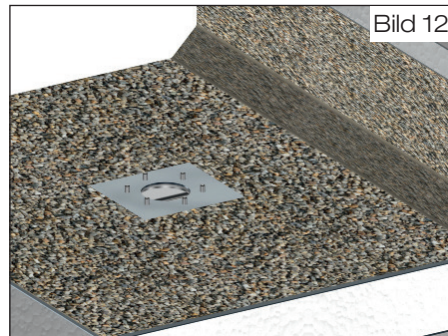

Bild 12
2.4 Zweite Lage der **Dachdichtungsbahn** über Ablauf ausrollen. Mit Locheisen Löcher $\varnothing = 14$ mm für die Durchführung der Gewindebolzen in der Dachdichtungsbahn vorsehen. Der Losflansch kann als Schablone genutzt werden (Bild 12). Zweite Lage der Dachdichtungsbahn zurückrollen, Anschlussmanschette und zweite Lage der Dachdichtungsbahn gemäß Verlegevorschriften des Dachdichtungsbahnherstellers verschweißen.
3.4 Bodenplatte auf Dachdichtungsbahn aufsetzen. Dachdichtungsbahn mit Bodenplatte, Losflansch und beiliegenden Schrauben verkleben (Bild 12).